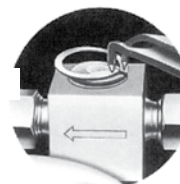

Fig. 4
1. Retirez le circlip à l'aide d'une pince pour circlips ou d'un outil similaire, et jetez-le. Voir la figure 4. Tournez la poignée en position ouverte.
5. Installez le circlip à l'aide d'une pince pour circlips ou d'un outil similaire. Voir la figure 4.
1. Retirez le circlip à l'aide d'une pince pour circlips ou d'un outil similaire. Voir la figure 4. Mettez le circlip de côté. Tournez la poignée en position ouverte.